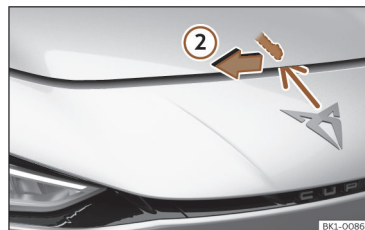

Fig. 190 Alavanca sob o capô.
- Para levantar o capô, pressione para a esquerda com a palma da mão para baixo a alavanca situada sob o capô, no centro >>> **Fig. 190 ②**. Os ganchos de fixação ficam desbloqueados.